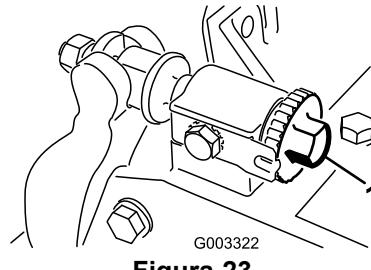

Figura 23
1. Allentate il contatto cilindro/controllama ruotando le manopole di regolazione della controllama (Figura 23) in senso antiorario finché non vi sarà più nessun contatto.